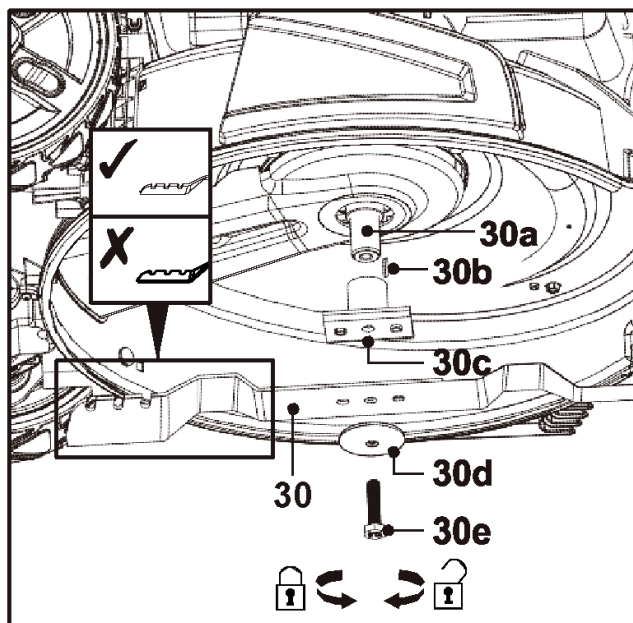

Рис. 27
- Следите за остротой режущего ножа (30), чтобы обеспечить хорошую эффективность скашивания. Замените изношенный или поврежденный режущий нож на новый того же типа или поручите его заточку квалифицированному специалисту.
- Если поднять газонокосилку домкратом не представляется возможным, наклоните ее на правую сторону так, чтобы крышка топливного бака (9) оказалась вверх. Это поможет избежать утечки топлива и затрудненного запуска из-за засорения карбюратора (14).
- Ослабьте шестигранный болт (30e) против часовой стрелки с помощью подходящего ключа (размер: 17 мм) и снимите его вместе с чашеобразной шайбой (30d), режущим ножом (30), держателем ножа (30c) и штифтом (30b) со шпинделя (30a) (см рис. 27).
- Замените режущий нож (30) на новый того же типа. Проверьте состояние фланца на держателе ножа (30c), затем установите режущий нож (30) и закрепите узел с помощью чашеобразной шайбы (30d) и шестигранного болта (30e). Затяните шестигранный болт (30e) по часовой стрелке с усилием 40-45 Нм, чтобы обеспечить безопасную эксплуатацию устройства (рис. 27).